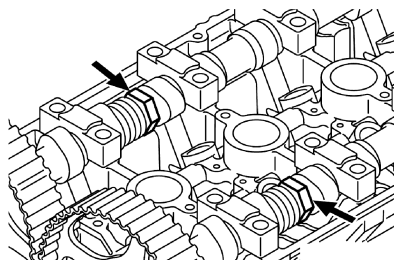

图 4-91 安装凸轮轴链轮螺栓
(1) 凸轮轴链轮螺栓的安装 拧紧凸轮轴链轮螺栓至 $(88 \pm 10) \text{ N} \cdot \text{m}$, 同时用扳手固定凸轮轴的六角部分, 防止凸轮轴转动, 如图 4-91 所示。
1) 如图 4-91 所示, 使用专用工具链轮止动器以防止平衡轴链轮转动。
(7) 正时带 B 的安装。